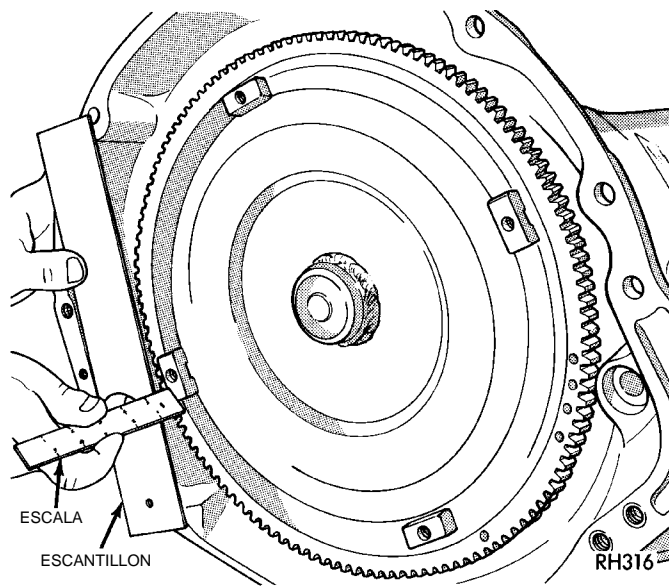

Fig. 18 Verificación del asentamiento del convertidor de par
(3) Alinee el convertidor de par con la abertura de la junta de la bomba de aceite.
(4) Inserte la maza del convertidor de par en la bomba de aceite.
(5) Mientras empuja el convertidor de par hacia adentro, hágalo girar hasta que asiente completamente en los engranajes de la bomba de aceite.
(6) Verifique el asentamiento del convertidor con una escala y un escantillón (Fig. 18). La superficie de las orejetas del convertidor debe estar a 12 mm (1/2 pulg.) de la parte posterior del escantillón cuando el convertidor está totalmente asentado.
(7) Si fuese necesario, sujete temporalmente el convertidor con el gato de carpintero fijado a la cubierta del convertidor.
(8) Instale la transmisión en el vehículo.
(9) Llene la transmisión con el líquido recomendado.